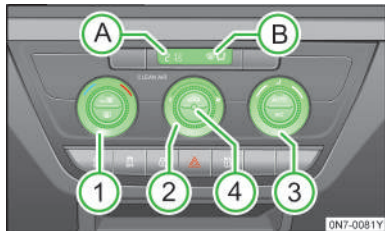

图 107
- 按压按钮 AUTO» 图 107，见第 68 页。
- A/C» 图 107，见第 68 页已接通。
- 开启空调旋钮 2» 图 107，见第 68 页。
- 调节左侧温度旋钮» 图 107，见第 68 页至 Lo，调节至外循环模式。等待 10 秒左右，关闭鼓风机。
1 车内温度传感器位于»图 107 4。不要贴盖和覆盖此传感器，否则会对全自动空调产生不利影响。
向左或右转动调整旋钮 2»图 107，见第 68 页，可以降低或提高鼓风机调速档。